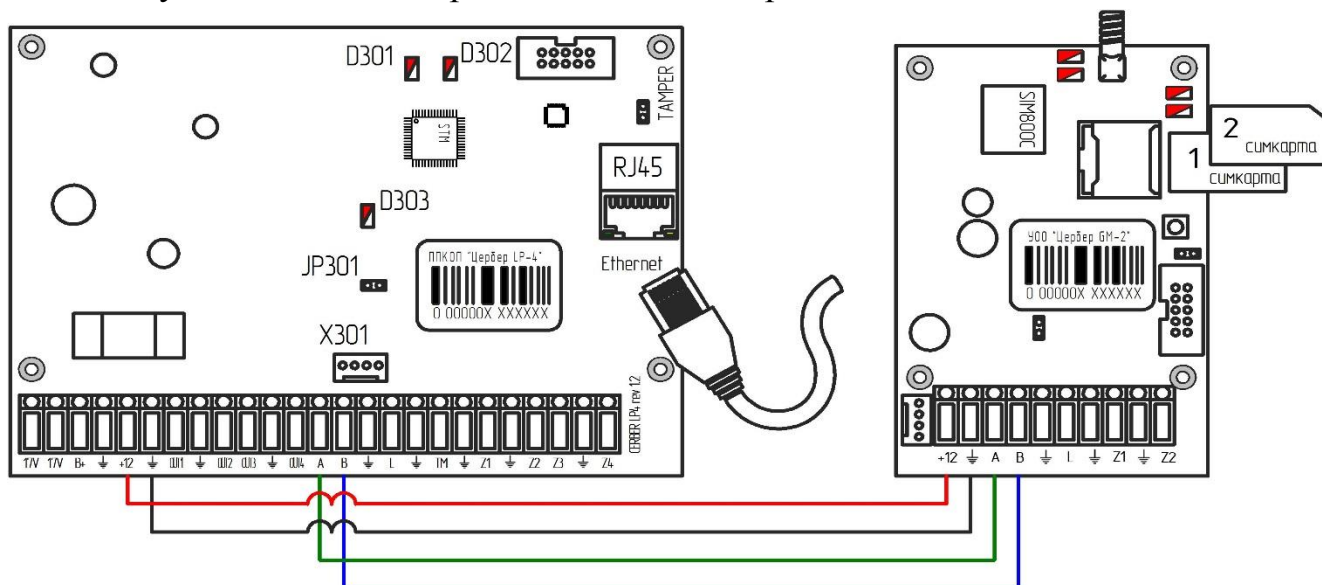

Рис. 45
4. ППКОП «Цербер LP4» + модем «Цербер GM2» (рис.45). Основным каналом связи в данном случае будет являться TCP/IP (Ethernet). В случае невозможности доставки событий по TCP/IP (Ethernet) доставка событий будет происходить через GSM. При восстановлении основного канала связи прибор автоматически переключится на него. Дистанционное управление прибором можно осуществлять как через TCP/IP, так и через GSM каналы связи.